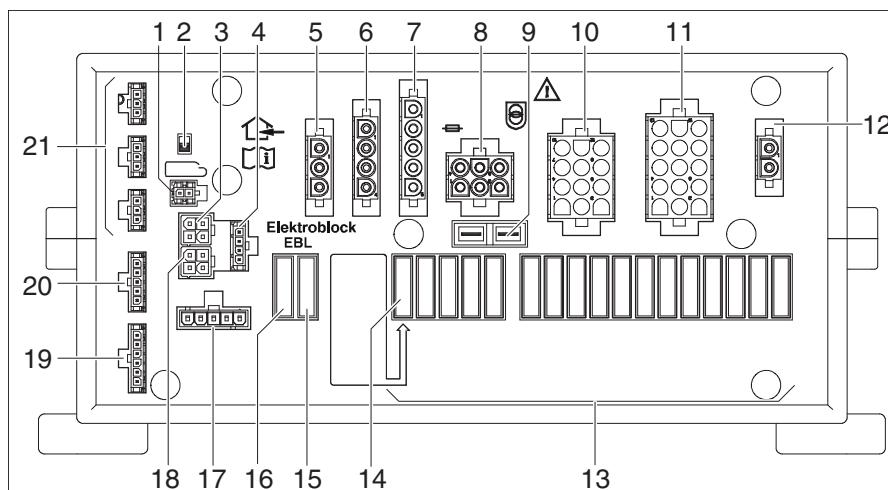

Fig. 243 Centralina elettrica (EBL 402/403)
**Ubicazione** Il blocco elettrico EBL 402/403 (Fig. 243) si trova nel garage di coda, sul lato destro.
- ▷ L'interruttore staccabatteria (Fig. 243,2) disconnette dalla rete a 12 V tutte le utenze collegate alla centralina elettrica.
- Spegner e accendere per tre volte, in successione, l'interruttore staccabatteria (Fig. 243,2).